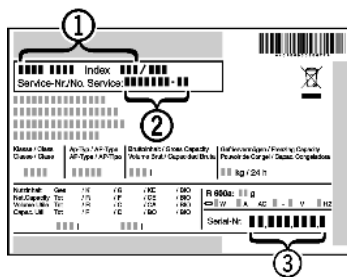

Fig. 12
- ▶ Leggere la denominazione dell'apparecchio *Fig. 12 (1)*, il n° assistenza *Fig. 12 (2)* e il n° di serie *Fig. 12 (3)* sulla targhetta identificativa. La targhetta identificativa è situata all'interno dell'apparecchio, sul lato sinistro.
- ▶ Informare il servizio di assistenza e comunicare il difetto, la denominazione dell'apparecchio *Fig. 12 (1)*, il n° assistenza *Fig. 12 (2)* e il n° di serie *Fig. 12 (3)*.